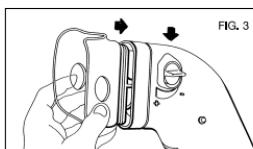

FIG. 3
3. Torne a colocar a máscara respiratória (fig. 3), certifique-se que o manípulo de regulação esteja na posição desejada: (-) para o tratamento das vias respiratórias baixas e (+) para o tratamento das vias respiratórias altas.